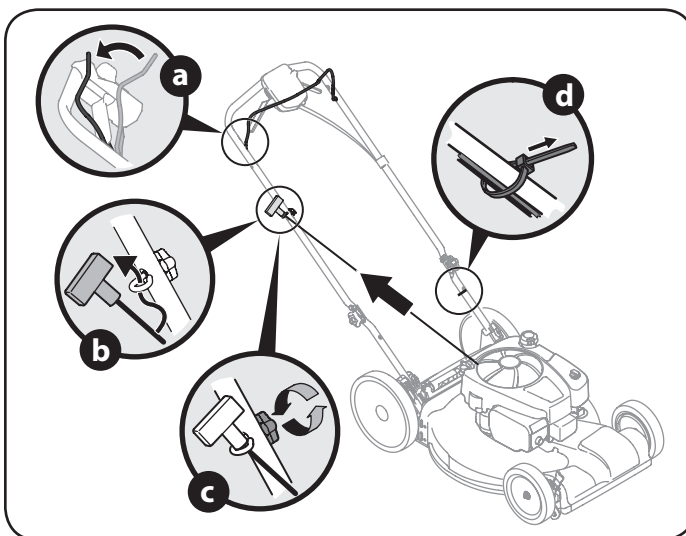

Figura 6
4. La guía de la cuerda, que está conectada a la varilla de sostén, se encuentra sobre el lado derecho de la manija inferior. Vea la Figura 6.
- Utilice abrazaderas de cable proporcionados para asegurar el control de la cuchilla y cables de la unidad a la manija inferior como se muestra en la Figura 6.